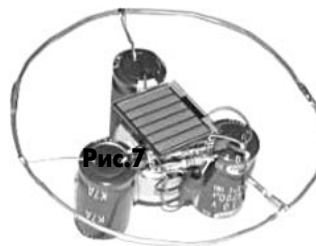
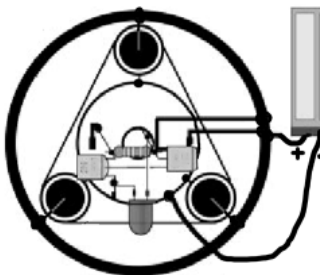

Рис.5
Рис.6
5. Присоедините щетки двигателя проводами к кольцу из медного луженого провода ПЭЛ-08, соединяющему плюсовые выводы конденсаторов, и к коллектору VT2 (**рис.5**). Припаяйте выводы солнечной батареи, в качестве которой можно использовать фотоэлемент от калькулятора, как показано на **рис.6**.
Теперь робот "ВЕАМбот" готов, его внешний вид должен быть такой же, как на **рис. 5**. Поставьте "ВЕАМбот" на ровную гладкую поверхность на солнечный свет (не обязательно очень яркий) и ждите, пока он включится. При отсутствии дневного света можно использовать галогеновую лампу или обычную лампу накаливания (хотя из-за этого включение будет не таким быстрым). Через какое-то время "ВЕАМбот" начнет скользить вдоль поверхности по прямой линии, образованной двумя из трех его конденсаторов.